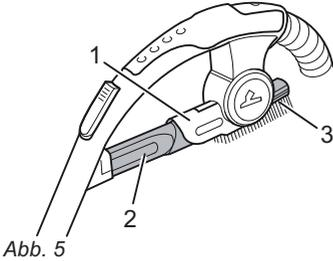

Abb. 5
Als **Zubehör** sind die Fugendüse und die 2in1-Kombidüse im Lieferumfang enthalten. Sie können an der Zubehörhalterung (Abb. 5/1) befestigt werden.
■ **Fugendüse (Abb. 5/2):** Benutzen Sie diese, um Staub aus schwer zugänglichen Stellen zu saugen.
■ **2in1-Kombidüse (Abb. 5/3)** zu verwenden als: